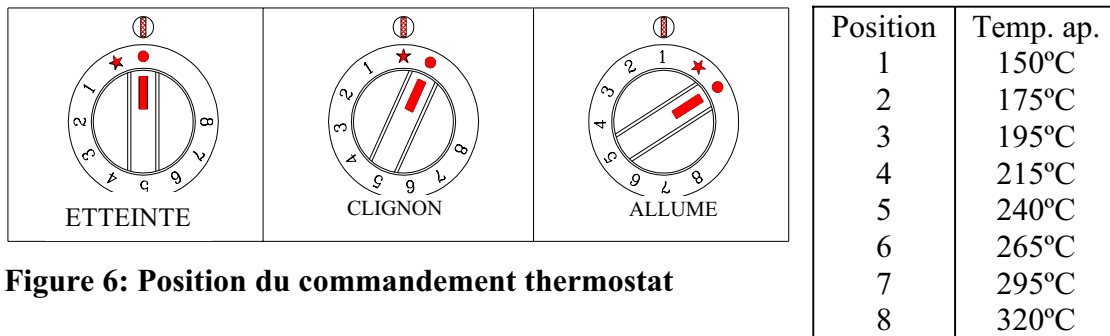

Figure 6: Position du commandement thermostat
- e) Pour arriver à la position CLIGNON (\*) (figure 6) tournez le commandement thermostat jusqu'à cette position. Si on met le commandement dans la position d'ETEINT (?), le clignotant s'éteindra.